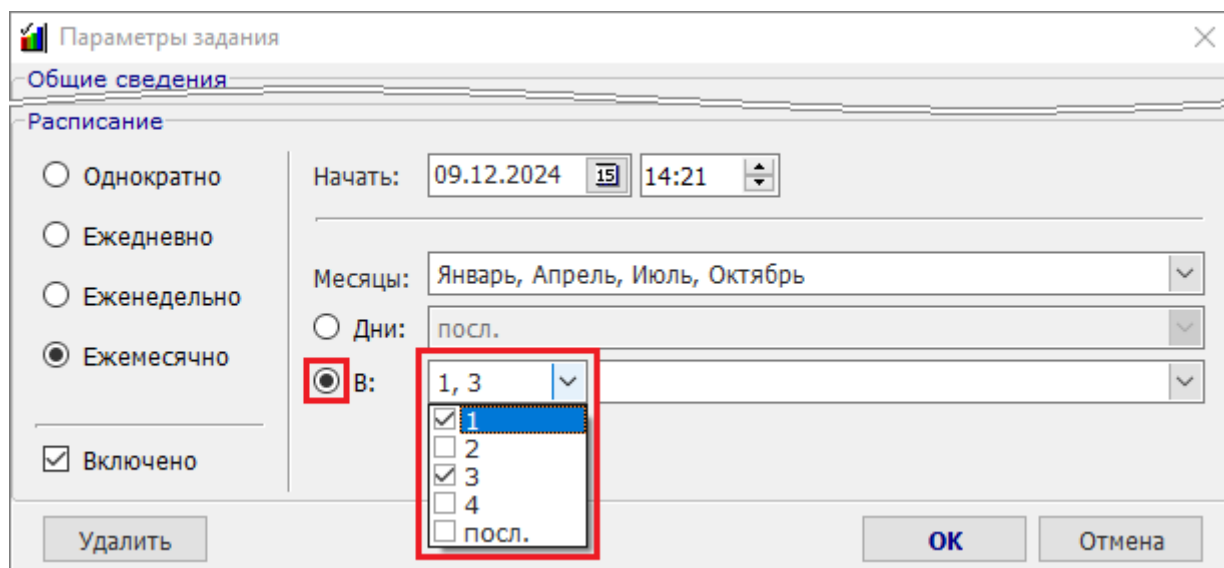

Рисунок 11-266 Выпадающий список выбора недель месяца
- а) в выпадающем списке выбора недель месяца выберите (установкой флагов) недели месяца, в которые будет осуществляться автогенерация (см. Рисунок 11-266). В выпадающем списке выбора недель месяца доступен как выбор порядкового номера недели с 1 до 4, так и значение «посл.», соответствующее последней неделе месяца;